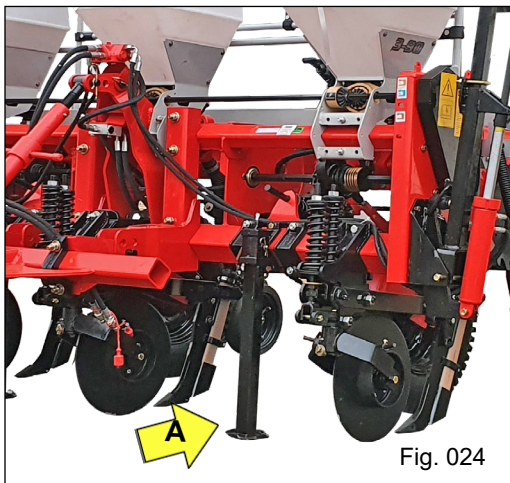

Fig. 024
Para efetuar o acoplamento da plantadora ao trator, é necessário que os pés de apoio "A" estejam fixos e apoiados ao solo (Fig. 024).
- Depois de acoplada plantadora ao trator, acione o cilindro hidráulico, levante os pés de apoio "A" (Fig. 024) e fixe-os através do pino trava e trava de aço.